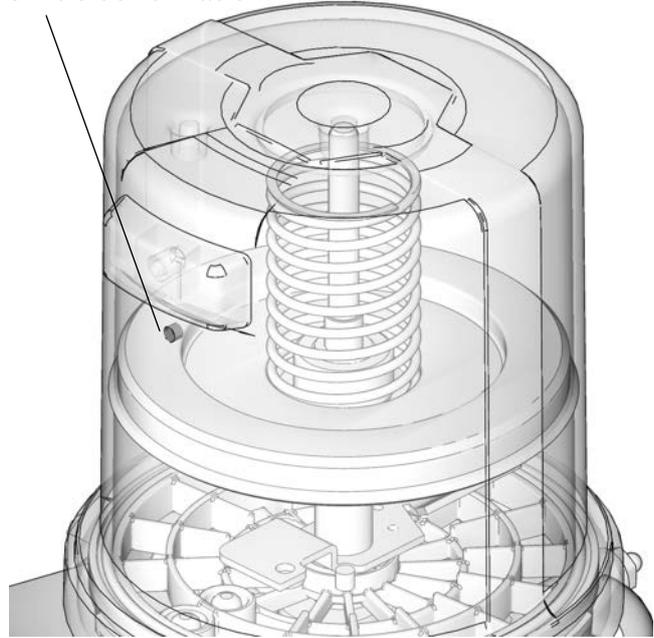

FIG. 16
**NOTA:** El orificio respiradero, situado en la parte trasera del depósito, no debería utilizarse como puerto/indicador de llenado excesivo (FIG. 16).